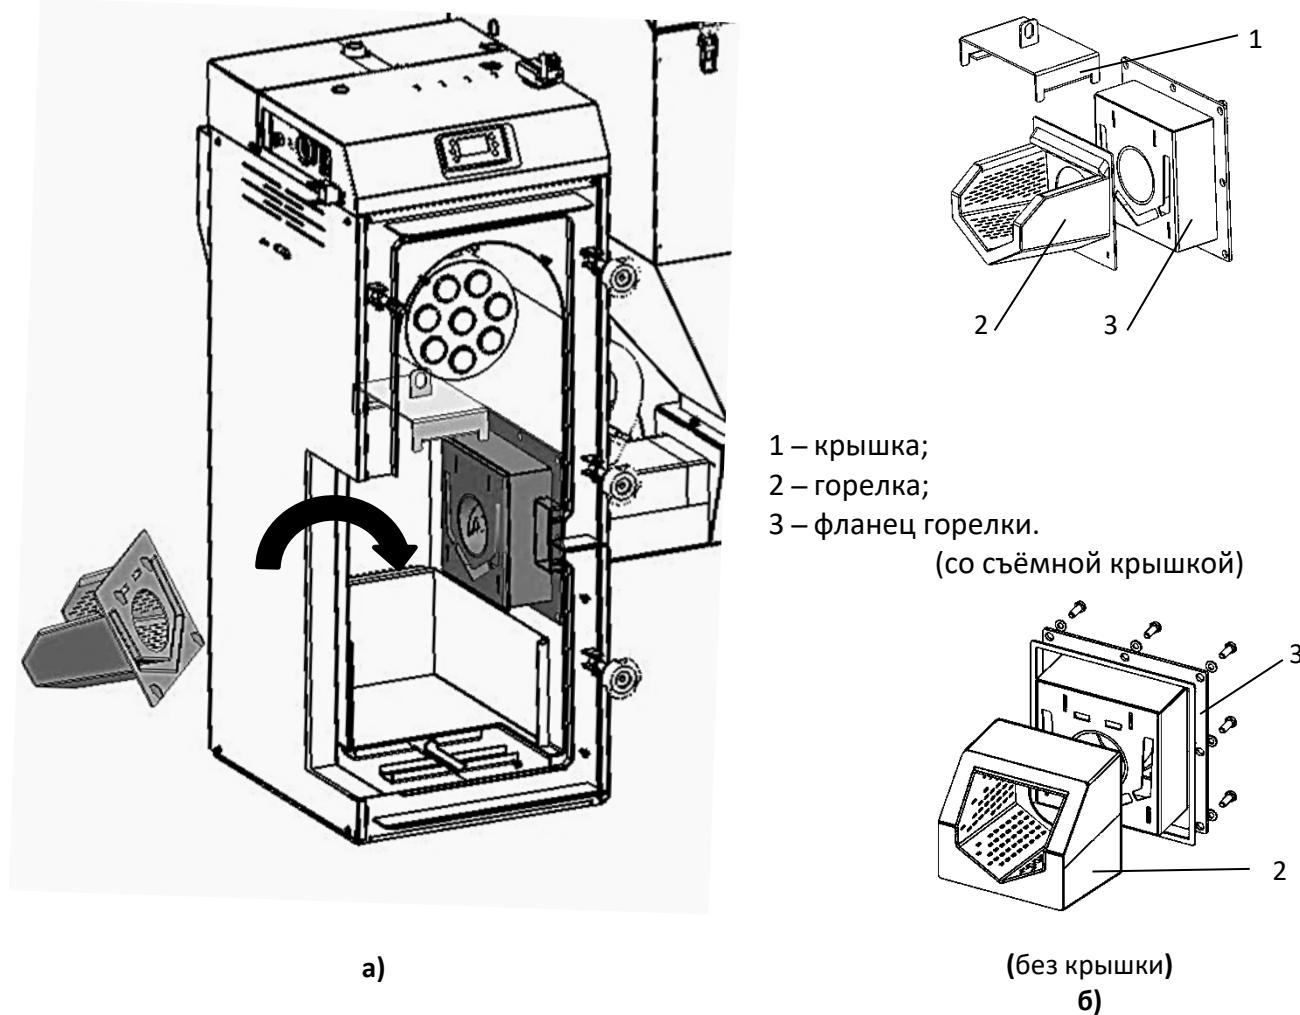
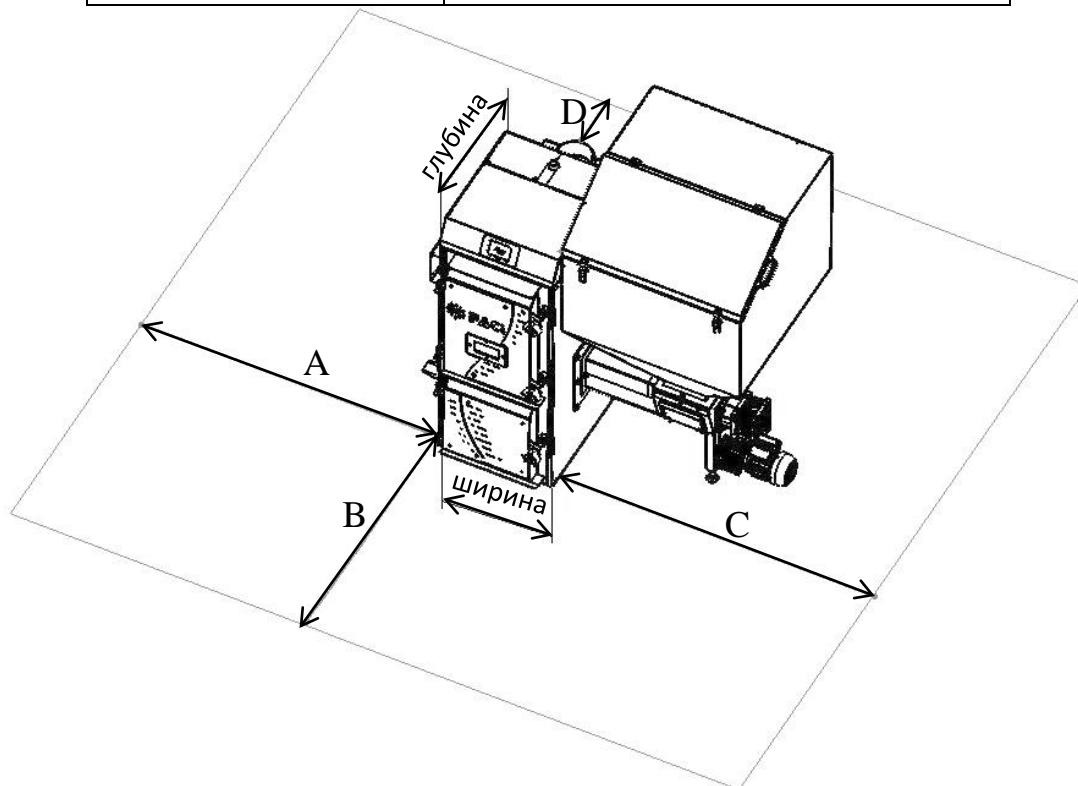

Рис. 11
Рис. 22
Выставляем корпус котла на ровную, очищенную от мусора поверхность, учитывая расстояния от препятствий при монтаже (см. рис. 22). Закрепляем фланец горелки поз. 3 (рис. 11б) к корпусу с внешней стороны, используя болты M10x30 (8 шт), шайбы M10 (8 шт). Затягиваем соединение гаечным ключом, не перетягивая резьбу. Съемную горелку поз. 2 устанавливаем в пазы фланца поз 3 (рис. 11б).
2.6.1.4 При установке котла в котельной необходимо соблюдать требования выдерживания свободных расстояний до ближайших препятствий (рис. 22). В указанных размерах свободных расстояний не должно находиться никаких предметов, ни трубопроводов, ни других элементов котельной. Указанные технологические проходы должны быть свободны для доступа в любое время и ничем не загромождены.
Обозначение на рис. 22	Требуемое значение размера.